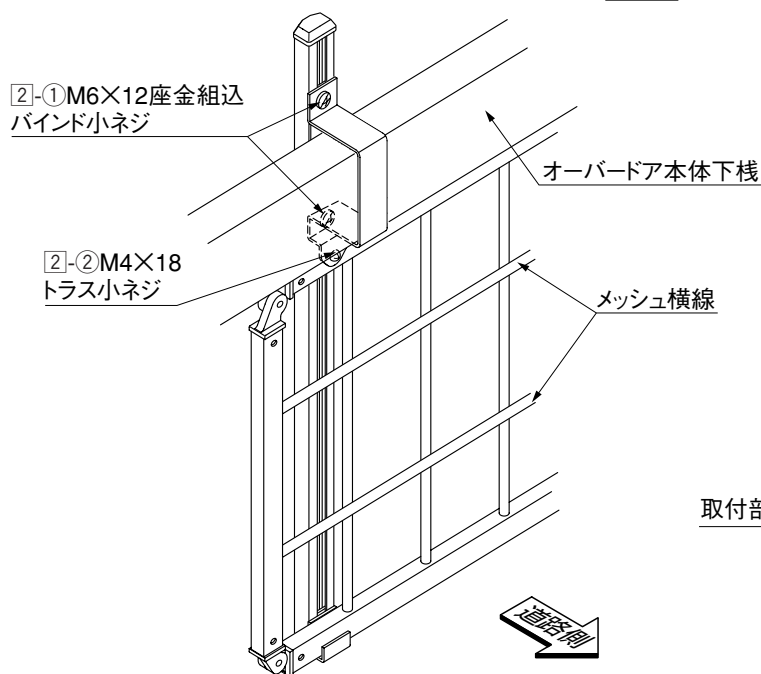

図5-2 ペットガード納り図
- ペットガードパネルは、メッシュの横線を道路側に向けてください。(図5-2参照)